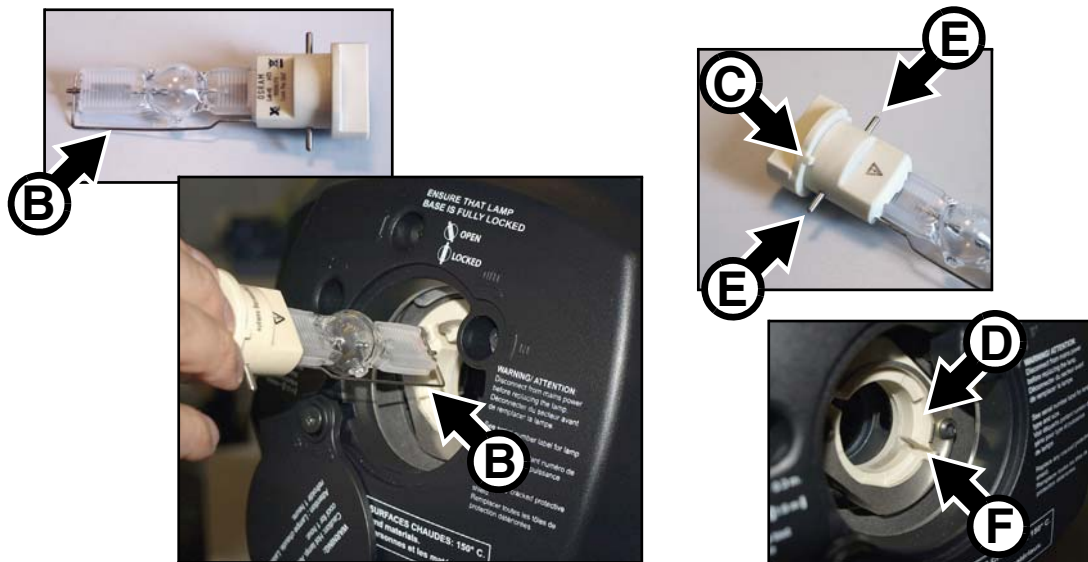

Bild 10: Aus- und Einbauen des Leuchtmittels
5. Siehe Bild 10. Halten Sie das Ersatzleuchtmittel mit dem externen Draht **B** nach unten (zur Unterseite des Kopfes weisend). Richten Sie die Nase **C** des Leuchtmittels zur Nut **D** der Fassung und die Kontakten **E** des Leuchtmittels zu den Öffnungen **F** der Fassung aus. Schieben Sie das Leuchtmittel in das Gerät und drehen Sie den Keramiksockel um 45° im Uhrzeigersinn, bis er hörbar verriegelt. Der Sockel ist federbelastet. Der Versuch, ein nicht korrekt montiertes Leuchtmittel zu zünden ruft Schäden hervor, die nicht von der Garantie gedeckt sind. Prüfen Sie die korrekte Montage des Leuchtmittels.